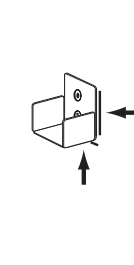

FIG. 4.5
- Marque una línea de nivel en la pared y en el lado de la torre en la parte inferior y en el costado de la ménsula de tope (Fig. 4.5).